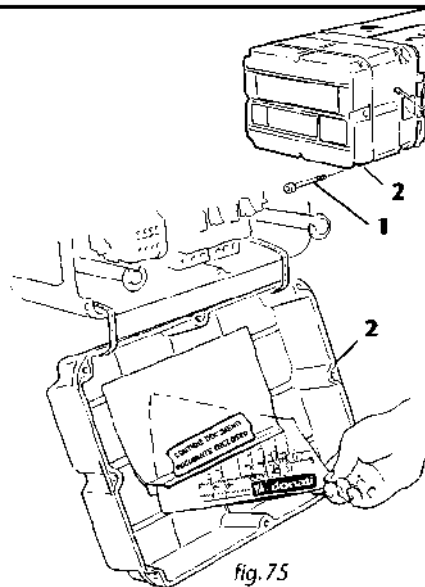

fig. 75
3. Całkowicie odkręcić śruby -1- które przymocowują pokrywę po stronie elektrycznych połączników (tą naprzeciwko silnika), usunąć pokrywę -2- i sprawdzić czy znajduje się w niej wykres obiegu elektrycznego panelu sterującego (rys. 75).
6. Umieścić wykres obiegu elektrycznego w środku, założyć pokrywę -2- uważając, aby uszczelka i/lub inna powierzchnia przytrzymująca nie została zniszczona, a następnie dokładnie przykręcić śruby -1- (rys. 75).